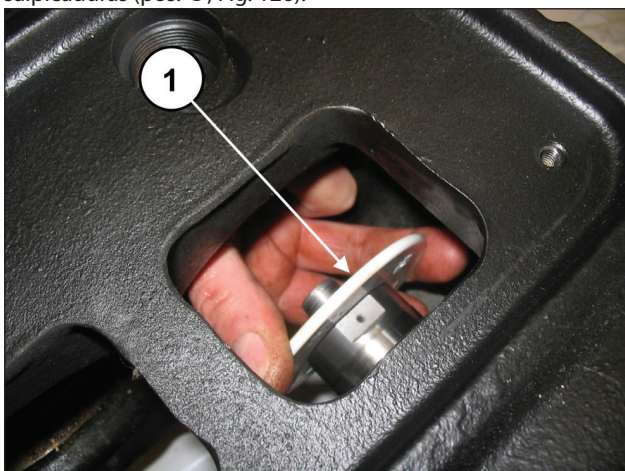

Fig. 126
Extraer de la guía de los pistones los protectores contra salpicaduras (pos. ①, Fig. 126).